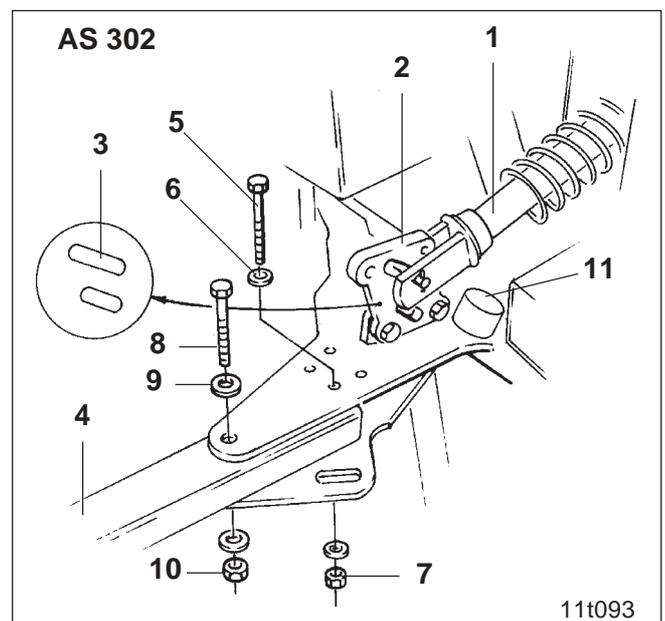
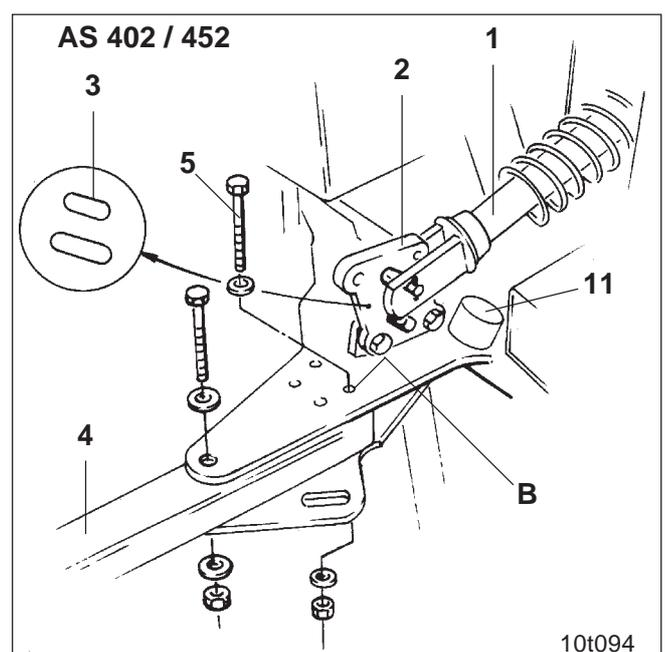
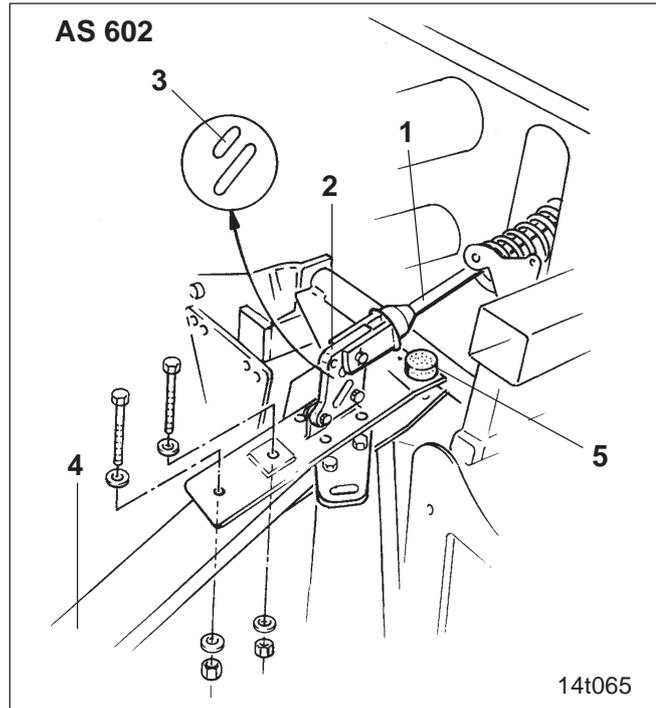

Fig. 24.5
Fig. 24.6
Fig. 24.7
Der Hydraulikzylinder (Fig. 24.5/1) muß an der Lasche (Fig. 24.5/2) im längeren Langloch (Fig. 24.5/3) befestigt sein. Lasche (Fig. 24.5/2) evtl. umschrauben.
Spuranreißer-Ausleger (Fig. 24.5/4) anschrauben und zwar mit:
- einer Skt.-Schraube M6 x 90, 8.8 DIN 931 (Fig. 24.5/5),
- zwei Scheiben 6,4 x 18 x 1,6 DIN 9021 (Fig. 24.5/6) und
- einer Sicherungsmutter M6, 8 DIN 980V (Fig. 24.5/7).
- einer Skt.-Schraube M14 x 100, 8.8 DIN 931 (Fig. 24.5/8),
- zwei Spannscheiben 14 DIN 6796 (Fig. 24.5/9) und
- einer Sicherungsmutter M14, 8 DIN 980V (Fig. 24.5/10).
Der Hydraulikzylinder (Fig. 24.6/1) muß an der Lasche (Fig. 24.6/2) im kurzen Langloch (Fig. 24.6/3) befestigt sein. Lasche (Fig. 24.6/2) evtl. umschrauben.
Spuranreißer-Ausleger (Fig. 24.6/4) anschrauben (Befestigungsmaterial siehe 3 m Arbeitsbreite).
Spuranreißer-Ausleger (Fig. 24.6/4) mit Skt.-Schraube M6 x 90, 8.8 DIN 931 (Fig. 24.6/5) in Bohrung „B“ (Fig. 24.6) anschrauben.
Hydraulikzylinder (Fig. 24.7/1) an der Lasche (Fig. 24.7/2) im kurzen Langloch (Fig. 24.7/3) befestigen. Lasche (Fig. 24.7/2) evtl. umschauben.
Spuranreißer-Ausleger (Fig. 24.7/4) anschrauben (Befestigungsmaterial siehe 3 m Arbeitsbreite).
Die Puffer (Fig. 24.5/11, Fig. 24.6/11 bzw. Fig. 24.7/5) dürfen nicht entfernt werden und müssen bei Verschleiß ersetzt werden!